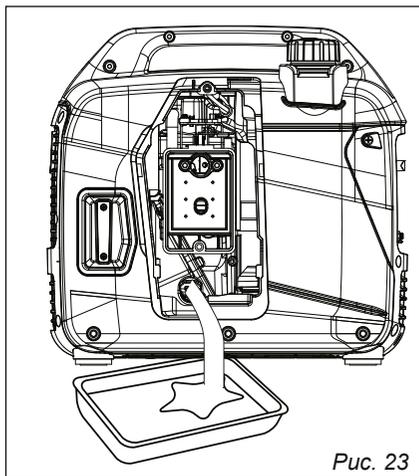

Рис. 23
4. Поместите масляный поддон под двигатель. Наклоните генератор, чтобы полностью слить масло, *рис. 23*.